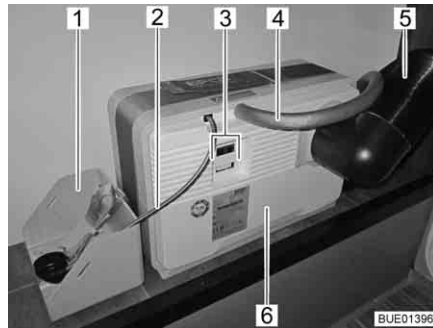
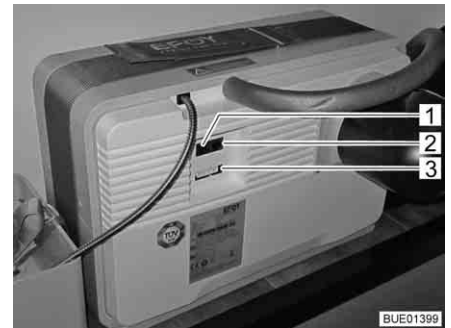

Fig. 160 Pila a combustibile con cartuccia del serbatoio
Fig. 161 Campo di collegamento pila a combustibile
La pila a combustibile è composta da diversi componenti che sono montati nel gavone di coda (Fig. 160) e da una centralina di controllo (Fig. 162) posto nel vano abitabile.
Sulla pila a combustibile (Fig. 160,6) si trovano:
- il collegamento per il tubo di scarico (Fig. 160,4) o l'apertura di rifornimento per il fluido di servizio
- il condotto del calore disperso (Fig. 160,5)
- collegamenti elettrici (Fig. 160,3) con interfaccia dati (Fig. 161,2), collegamento dell'apparecchio (Fig. 161,3) e collegamenti per il pannello di controllo (Fig. 161,1)
Alla pila a combustibile appartiene una cartuccia del serbatoio che viene collegata tramite il relativo collegamento (Fig. 160,2) alla pila a combustibile (Fig. 160,6).
La cartuccia del serbatoio è fissata al rispettivo supporto (Fig. 160,1).